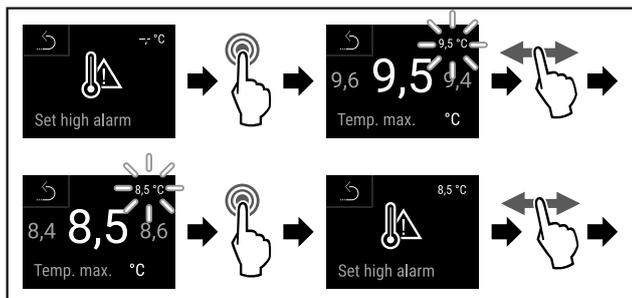

Fig. 141
- ▶ Handlungsschritte (siehe Fig. 141) durchführen.